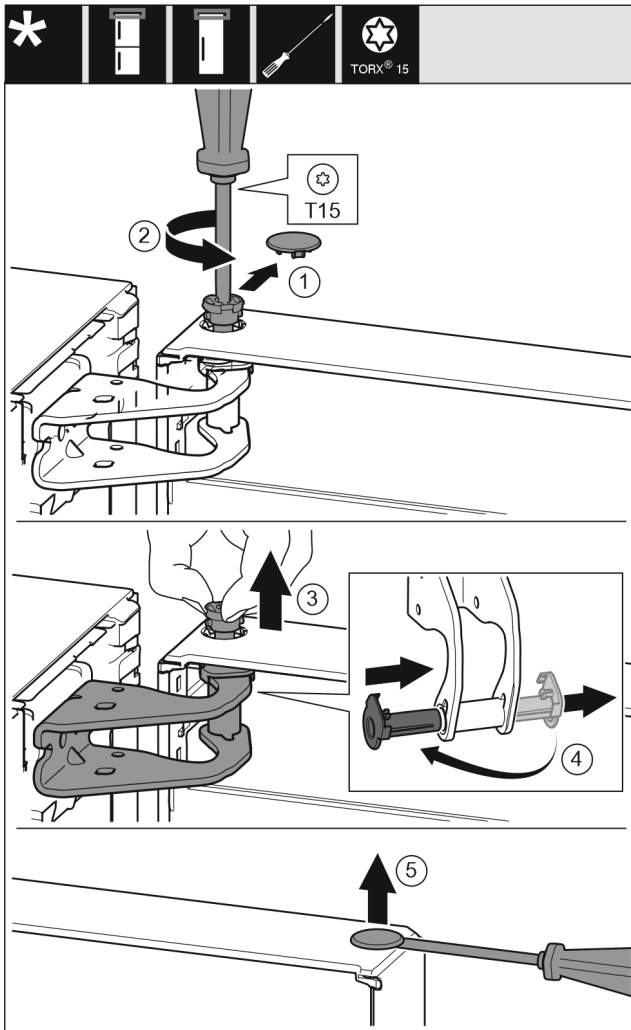

Fig. 7
- ▶ Opatrne vyťahnite poistný kryt. Fig. 7 (1)
- ▶ Skrutkovačom T15 trochu vyskrutkujte čap. Fig. 7 (2)
- ▶ Pevne držte dvere a čap vyťahnite prstami. Fig. 7 (3)
- ▶ Puzdro ložiska vyťahnite z vedenia. Nasadte z druhej strany a zaklapnite. Fig. 7 (4)
- ▶ Plochým skrutkovačom opatrne nadvihnite a vyberte zátku z puzdra ložiska dverí. Fig. 7 (5)